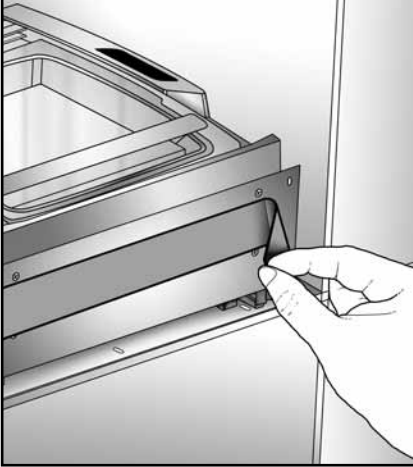
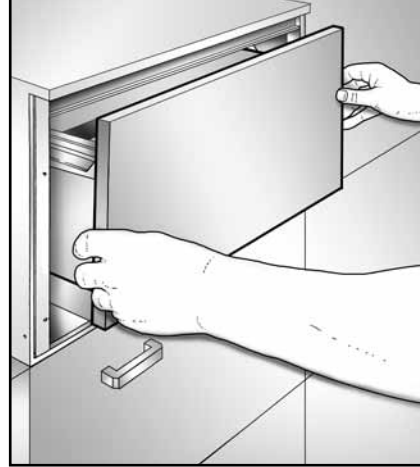

Fig. 1
Fig. 2
- 10** Quitar la película de la cinta adhesiva del panel (**Fig. 1**), colocar la puerta del mueble prestando atención a la correcta alineación superior, inferior y lateral (**Fig. 2 y 3**). Quitar el cajón y marcar los agujeros en la puerta (**Fig. 4**), luego realizar la fijación mediante tornillos para madera (no incluidos). Una regulación ulterior se puede realizar utilizando los agujeros con tuercas presentes en el panel frontal de la máquina (**Fig. 6**).